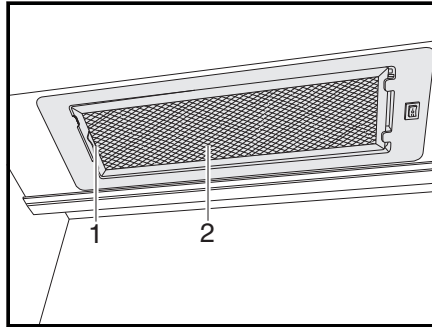

Fig. 166 Hotte aspirante
- Pousser le levier (Fig. 166,1) vers l'intérieur.
- Retirer le filtre (Fig. 166,2) vers le bas.